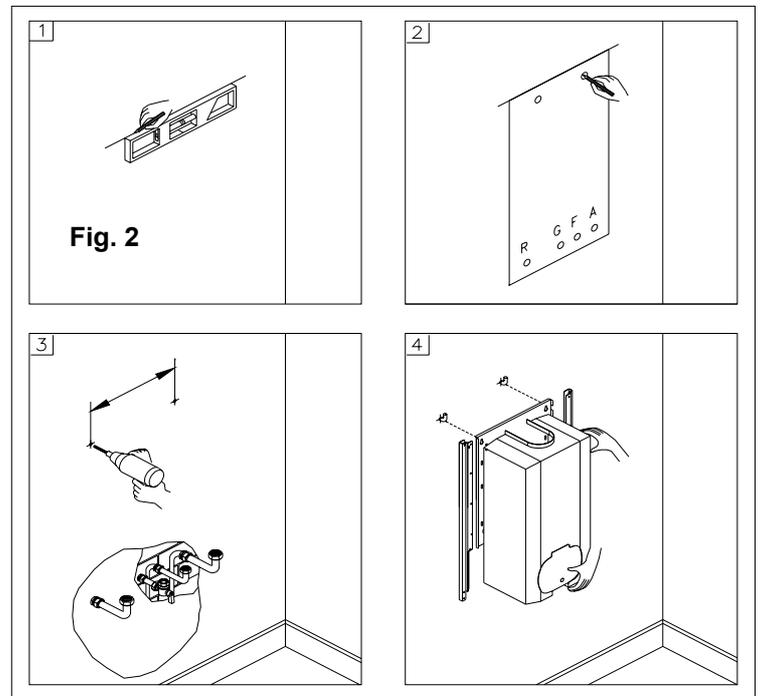

Fig. 2
Per il montaggio, operare come segue (vedi fig. 2):
- Per agevolare il montaggio la caldaia è dotata di un Kit di raccordi idrici (fig.2);